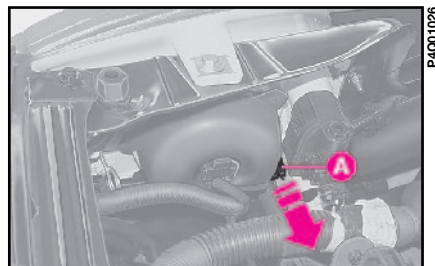

fig. 15
1) saque el portalámparas **A**-fig. 15, girándolo un poco para que se desenganche más fácilmente;